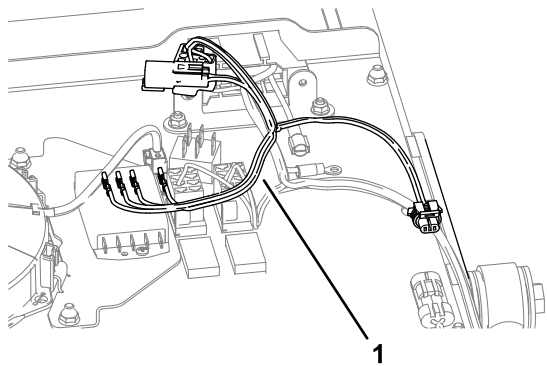

Рисунок 7
- Совместите жгут проводов из комплекта с панелью переключателя, как показано на Рисунок 7.